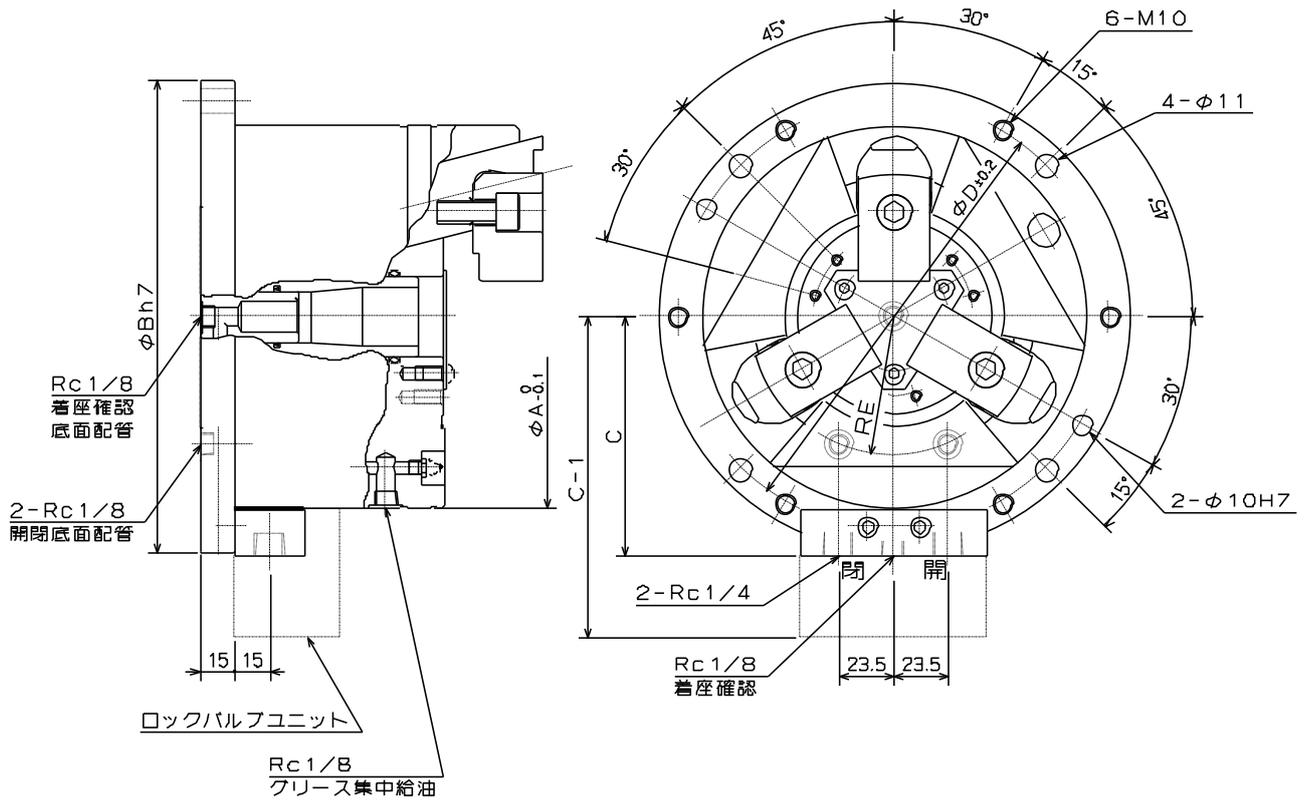

図 14
- ・ ブロック部またはワークグリッパ底面のエア供給ポートに配管してください。使用しない側のポートは埋栓してください。(図 14 参照)